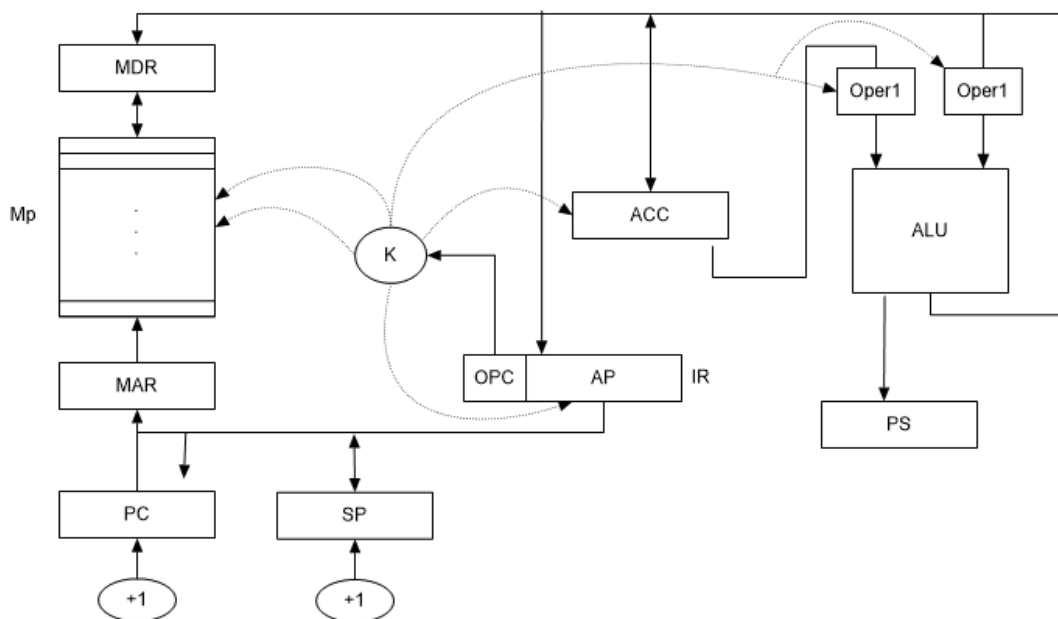

Figura 2. Máquina Elemental
4. Usando la arquitectura de la máquina elemental provista en la Figura 2, describir detalladamente cómo realizan las transferencias entre registros las siguientes instrucciones: